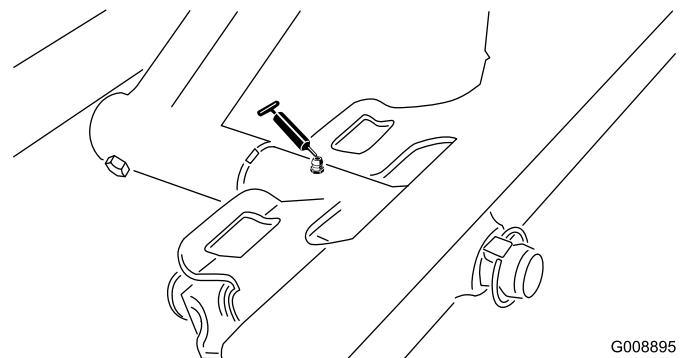

Figura 51
- Articulação da unidade de corte dianteira (Figura 51)